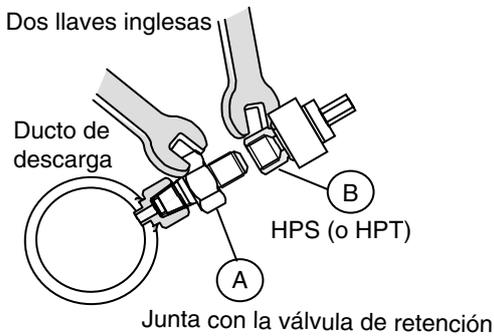

Fig. 1 Utilice dos llaves inglesas al retirar e instalar.
- ※ Afloje las tuercas abocinadas A y B utilizando dos llaves inglesas. (Fig. 1)
- ※ Apriete las tuercas abocinadas A y B utilizando dos llaves inglesas. (Fig. 1)